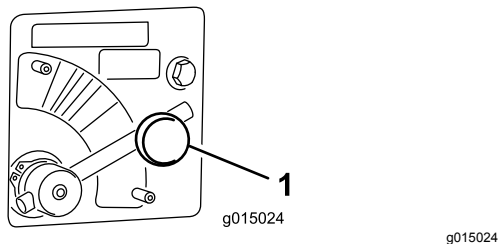

图 45
1. 松开用于固定转盘阀控制杆的旋钮(图 45)。
2. 转动甩盘阀控制杆(图 45)使其指向所需的颜色本例中为黄色。
1. 将甩盘阀控制杆移到**蓝色**区域最大速度 (图 45)。控制杆已顺时针转到极限此时控制杆应该处于水平位置。